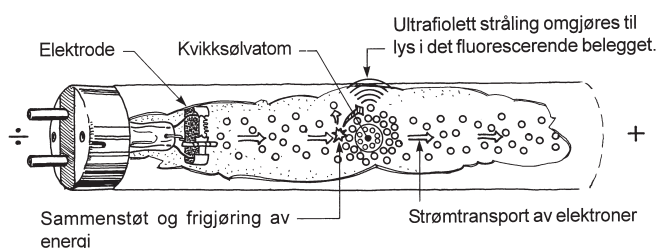

Fig. 321
- 321 *Oppbygning og typer.* Lysrøret er fylt med kvikksølv-damp som står under lavt trykk. I hver ende av røret er det en elektrode av wolframtråd, som er belagt med et emitterbelegg, for eksempel bariumoksid. Rørveggen er dekt med et belegg av fluorescerende lypulver. Mellom elektrodene oppstår det kontinuerlige elektriske utladninger. Det meste av strålingen som blir generert i utladningene, er ultrafiolett stråling. Når disse strålene treffer det fluorescerende lypulveret på innsiden av rørveggen, blir det omdannet til synlig lys. Det er kvaliteten på lypulveret som avgjør hva slag lysytelse og fargeegenskaper lysrøret har. Oppbygning og virkemåte er vist i fig. 321.